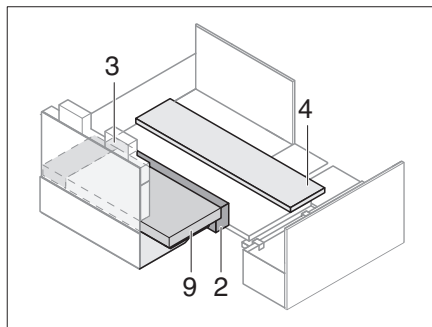

Fig. 222 Posicionar los cojines adicionales
- Posicionar los cojines adicionales (Fig. 222). La distancia se obtiene mediante los cojines insertables.
- Introducir los cojines del asiento y los ensanchamientos del asiento. Poner el cojín del respaldo (Fig. 222,9) sobre los cojines adicionales.